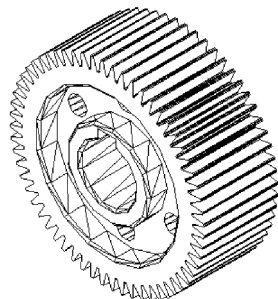

图 13-36 绘制的齿
2) 用同样方法为轴孔另一边和齿轮内侧的边倒角，倒角后的效果如图13-36所示。